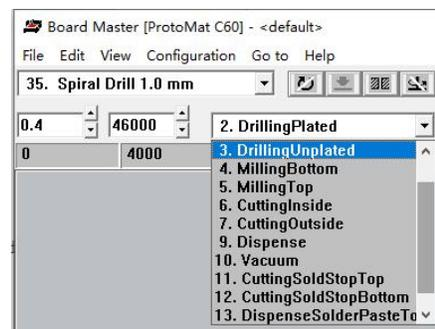

图5-39 钻非金属化孔
- 5) 进行钻非金属化孔，选择“3.DrillingUnplated”进行加工，如图5-39所示。